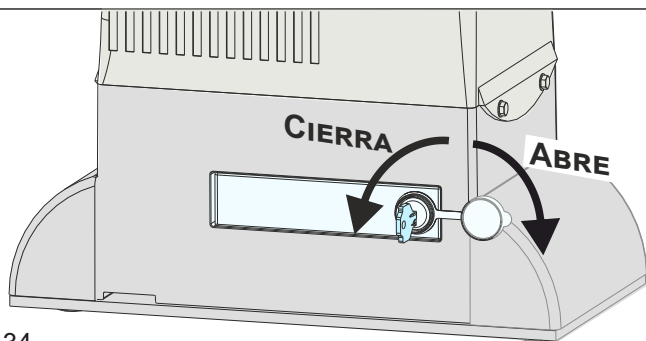

Fig. 34
- Abrir la tapa cubre cerradura, insertar la llave y rotarla en sentido horario de 90° (Fig. 34)